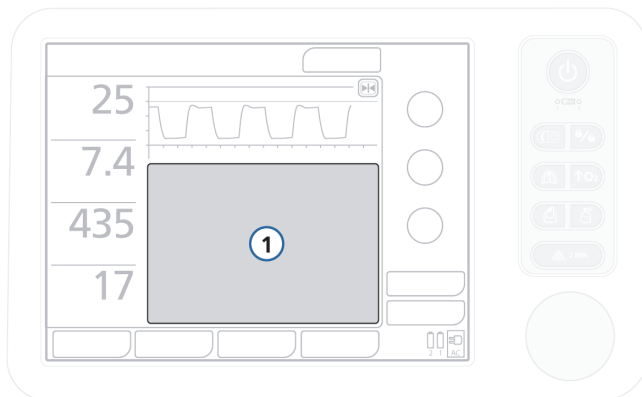

Figura 7-4. Exibição da janela Gráficos (1)
1. Toque em qualquer parte da área gráfica da tela para abrir a janela Gráficos. Consulte **(1)** na Figura 7-4.